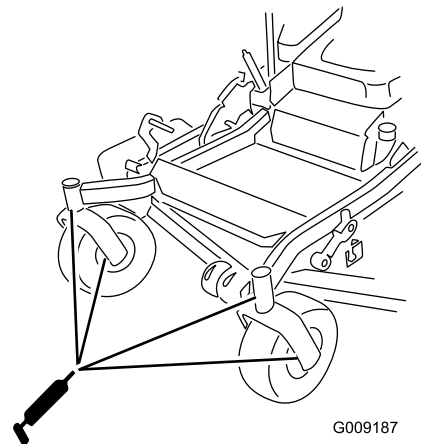

Figura 47
9. Retire el adaptador de engrase del punto de engrase. Instale el tapón hexagonal y la tapa (Figura 47).